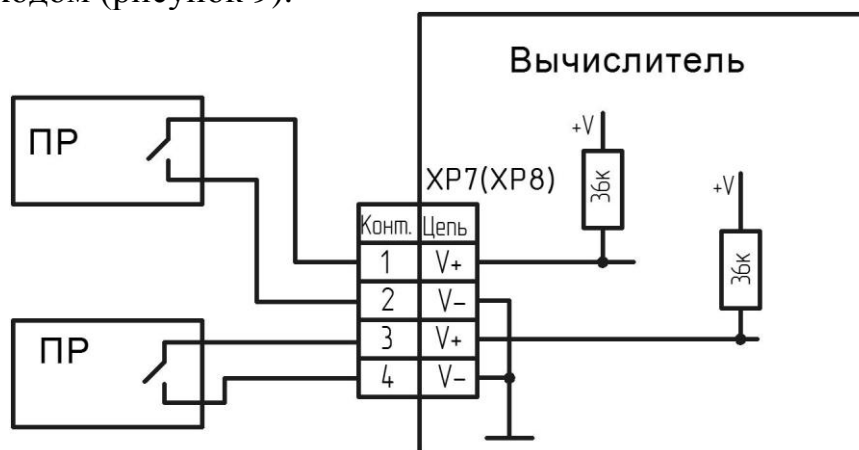

Рисунок 9 – Подключение ПР
**Подключение ПР.** Подключение рекомендуется проводить двужильным экранированным кабелем. К входам вычислителя должны подключаться ПР с пассивным выходом (рисунок 9).